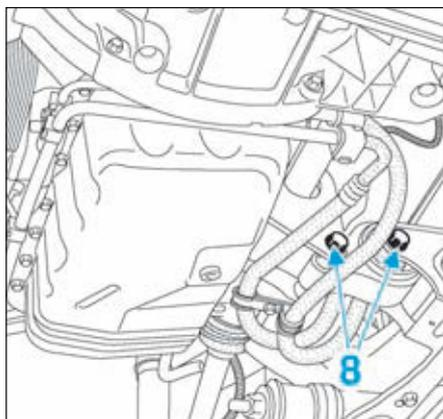

FIG.8
- Dépose les vis (8), puis la biellette de reprise de couple (Fig.8).